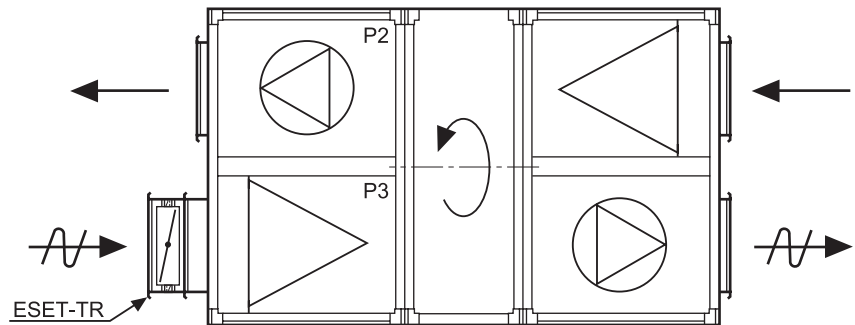

Bild 5. Kontroll av tryckbalansen
5. Kontrollera tryckbalansen, se bild 5. För att säkerställa renblåsning­sektorns funktion, ska undertryck P3 vara större än P2. I annat fall används trimspjäll ESET-TR på frånluftssidan.